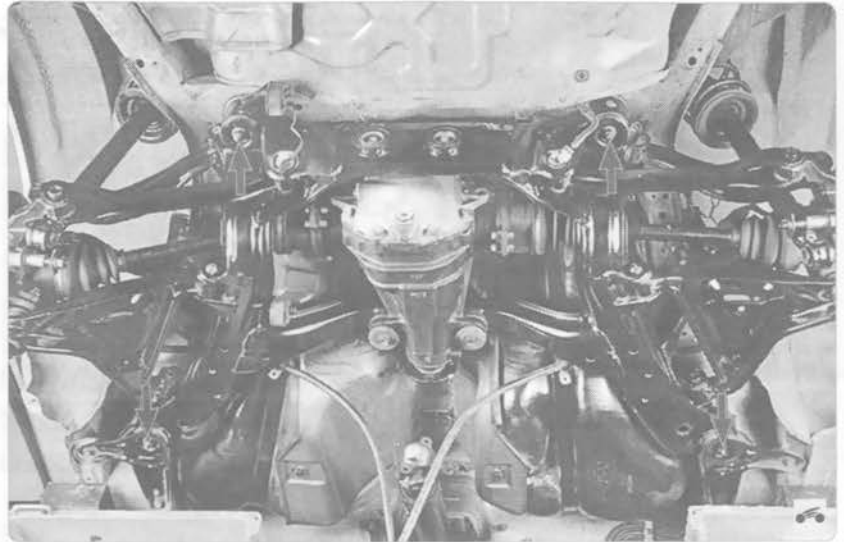

Рис. 7.9. Места крепления подрамника задней подвески к кузову автомобиля
19. ...и две гайки крепления передней части подрамника к кузову (рис. 7.9).